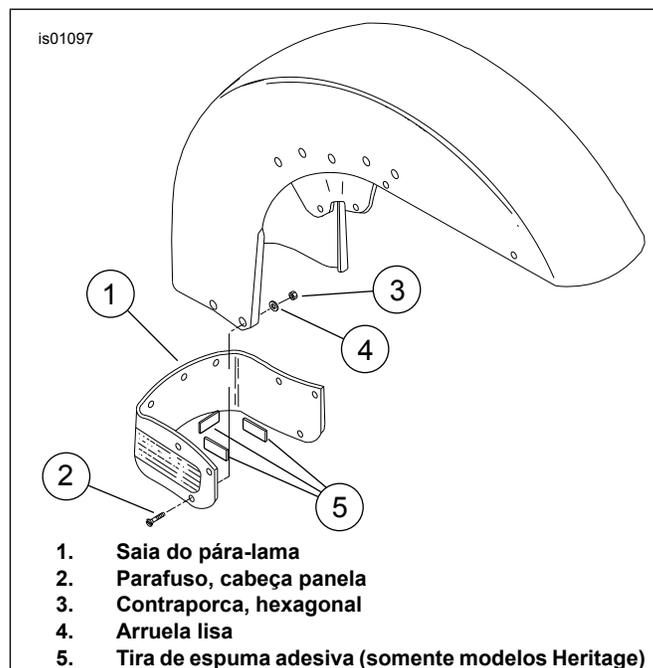

Figura 1. Saia do pára-lama dianteiro e ferragens de montagem
1. Veja a Figura 1. Remova os prendedores (2) da saia do pára-lama original.